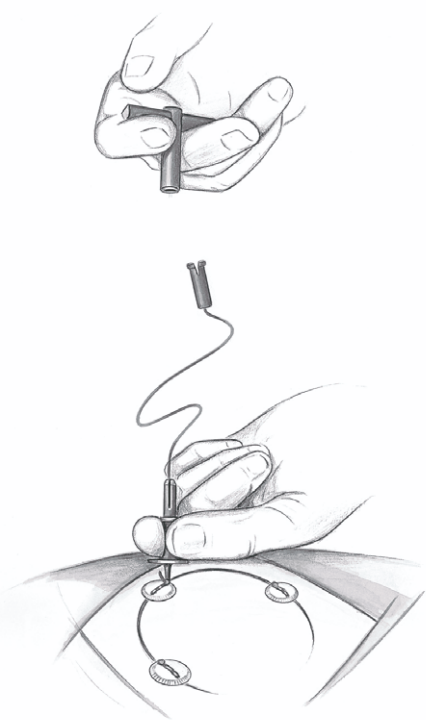

图 10
- ▶ 小心拉动手柄 2，直至张力自动减小并且手柄 2 松开，见图 10。